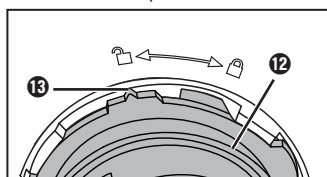

Fig. 5
- 6) Ruotare il supporto **12** in senso antiorario finché il segno **13** del supporto **12** non sia rivolto verso il simbolo  della vasca **15** (fig. 5). Rimuovere il supporto **12** insieme all'albero da impasto **10**.